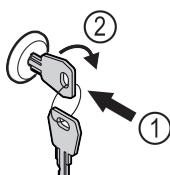

Fig. 175
- Пъхнете ключа. Fig. 175 (1)
- Завъртете го на 90° по посока на часовниковата стрелка. Fig. 175 (2)